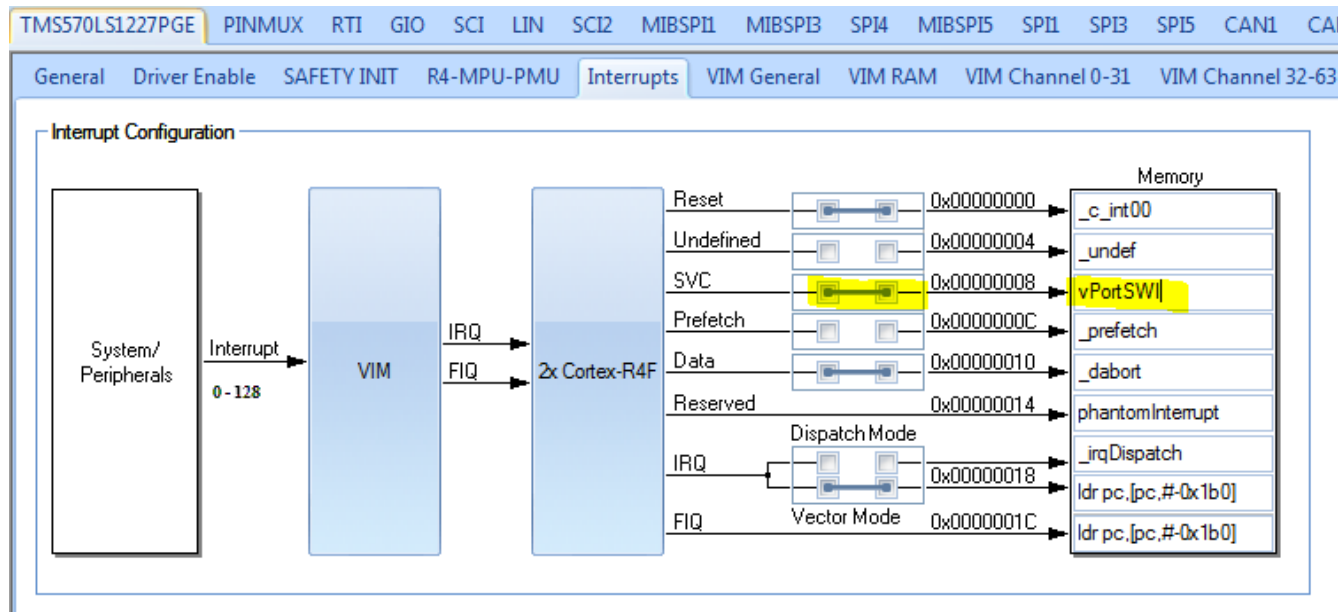

图 4-6. 使能 PortSWI
6. FreeRTOS 还使用 SVC 异常。使能异常处理程序 vPortSWI，如图 4-6 所示。